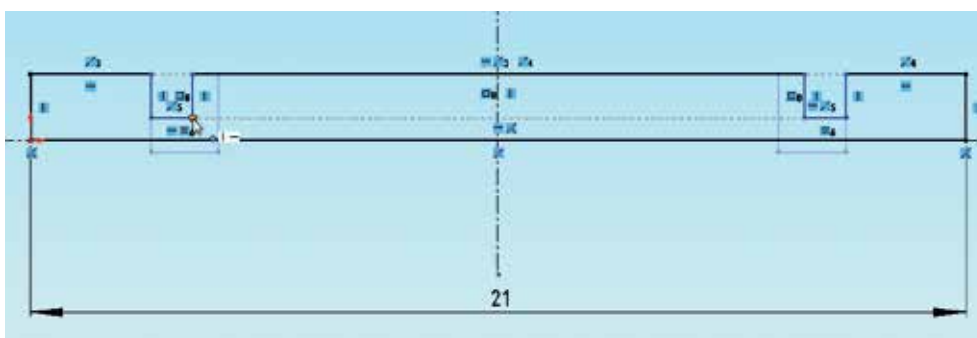

Abb. 3.10:
- Bemaßen Sie zunächst die untere Horizontale – die Länge über alles skaliert die Skizze in etwa passend (Abb. 3.10).